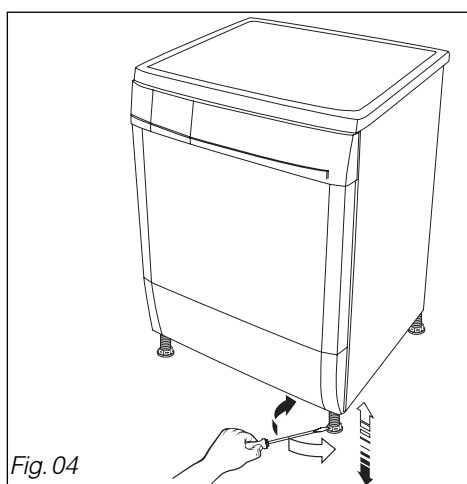

Fig. 04
Votre sèche-linge est équipé de 4 pieds réglables (Fig. 04). Pour régler son horizontalité et sa stabilité :
- En fonction de la configuration du sol, vissez ou dévissez, à l'aide d'une clé ou d'un tournevis, un ou plusieurs pieds pour le ou les régler en hauteur (Fig. 04).